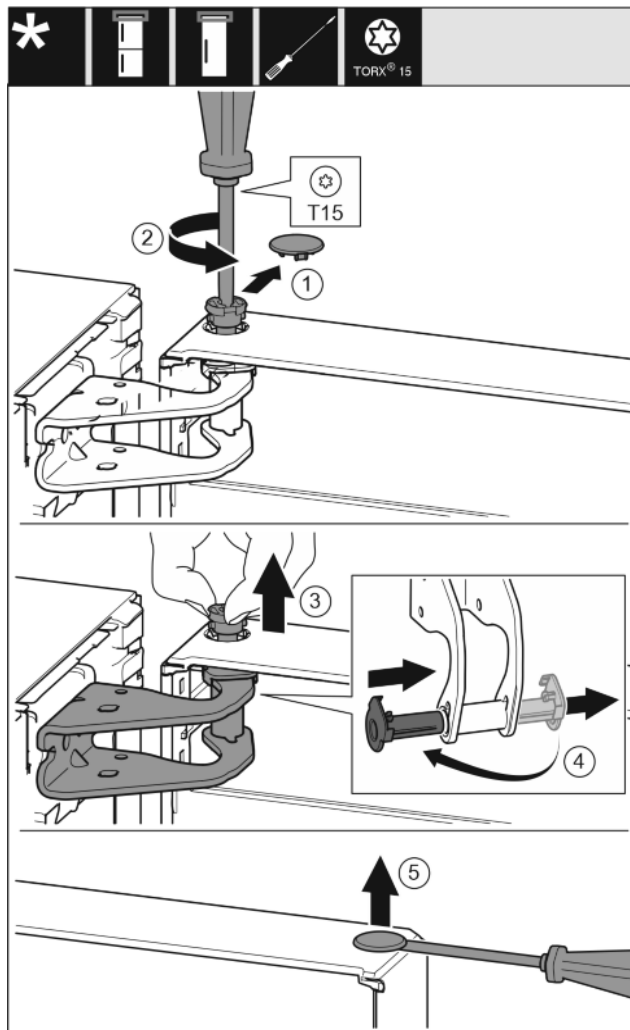

Fig. 9
- Opatrne vytiahnite poistný kryt. Fig. 9 (1)
- Skrutkovačom T15 trochu vyskrutkujte čap. Fig. 9 (2)
- Pevne držte dvere a čap vyťahujte prstami. Fig. 9 (3)
- Puzdro ložiska vytiahnite z vedenia. Nasadte z druhej strany a zaklapnite. Fig. 9 (4)
- Plochým skrutkovačom opatrne nadvihnite a vyberte zátku z puzdra ložiska dverí. Fig. 9 (5)